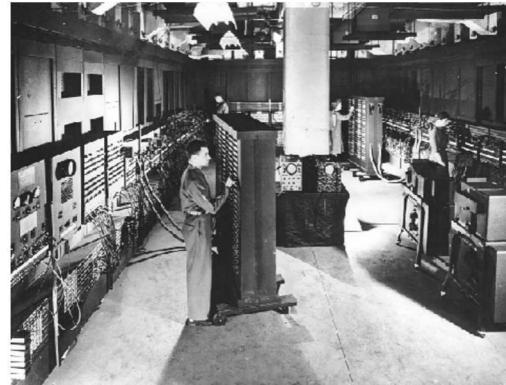
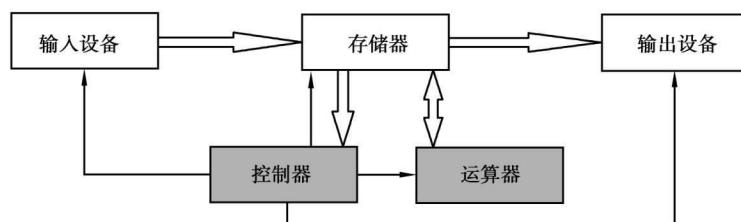

图 1.3 第一台电子数字计算机
图 1.4 冯·诺依曼结构
(1) 1946 年 2 月 15 日, 第一台电子数字计算机问世, 如图 1.3 所示, 这标志着计算机时代的到来。
① ENIAC 是电子管计算机, 时钟频率仅有 100 kHz, 但能在 1 s 的时间内完成 5 000 次加法运算。
② 与现代的计算机相比, ENIAC 有许多不足, 但它的问世开创了计算机科学技术的新纪元, 对人类的生产和生活方式产生了巨大的影响。
(2) 匈牙利籍数学家冯·诺依曼在方案的设计上作出了重要的贡献。1946 年 6 月, 他又提出了“程序存储”和“二进制运算”的思想, 进一步构建了计算机由运算器、控制器、存储器、输入设备和输出设备组成, 这一计算机的经典结构, 如图 1.4 所示。